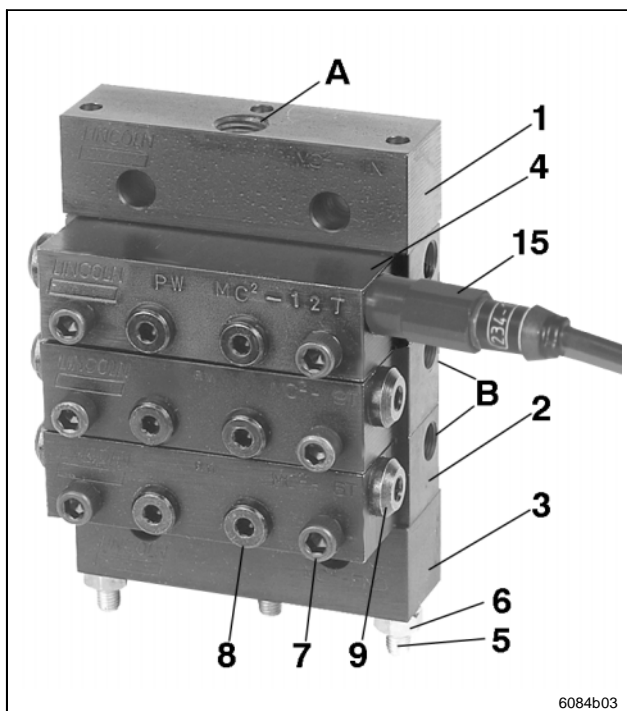

Abb. 1 MC²-Verteilerelement mit Kolbendetektor
- Der Kolbendetektor ist rechts am Verteilerelement (siehe Abb. 1) mit einem Anzugsdrehmoment von 18 Nm ± 10% eingeschraubt.